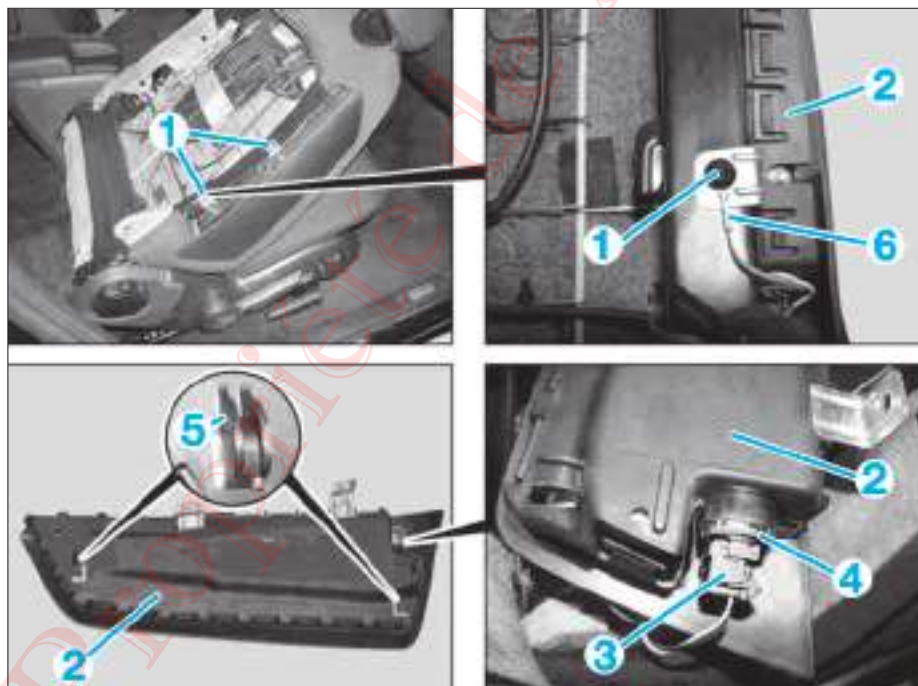

FIG. 7
- Déposer les vis (1) (**Fig.7**).
- Rabattre l'airbag latéral (2) vers l'extérieur jusqu'à ce que le connecteur électrique soit accessible.
- Déverrouiller le connecteur (3) de l'allumeur (4).
- Sortir l'airbag latéral (2).